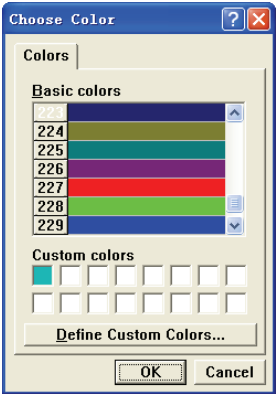

图 4-57 “Choose Color”对话框
- “Color”选项：单击对话框中的颜色块，即可在弹出如图 4-57 所示的“Choose Color”对话框中选择设置需要的导线颜色。系统默认为深蓝色。